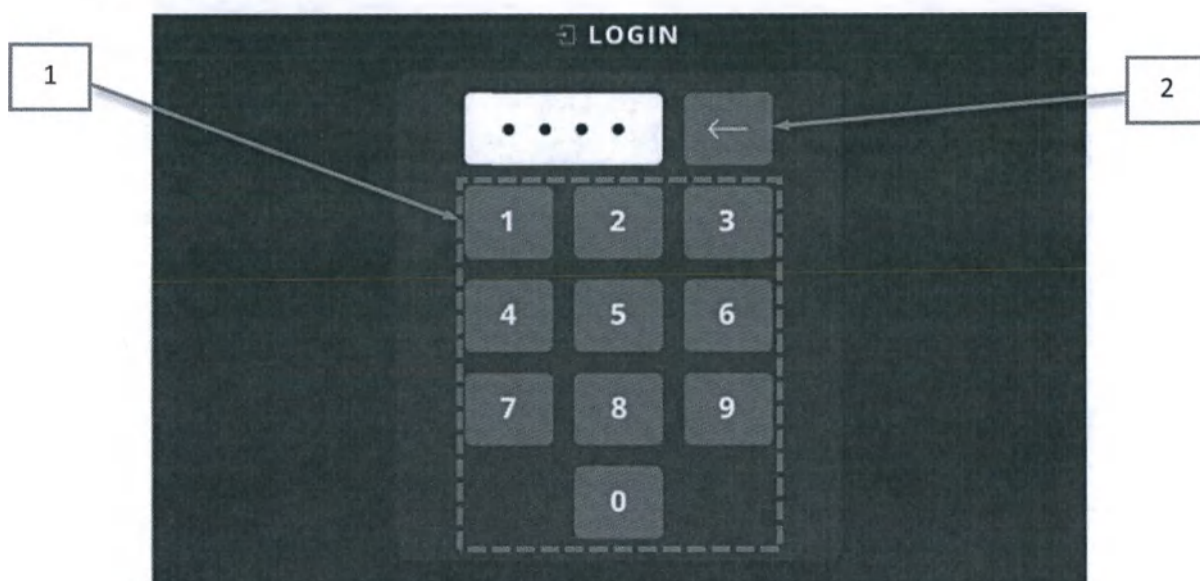

Рис. 16- Экран ввода пароля
Для начала работы с Аппаратом введите пароль с помощью изображенной клавиатуры (1) (Рис.16): **1234**.
«Неверный пароль». Для удаления некорректно введенных символов нажмите кнопку (2) (Рис.16).